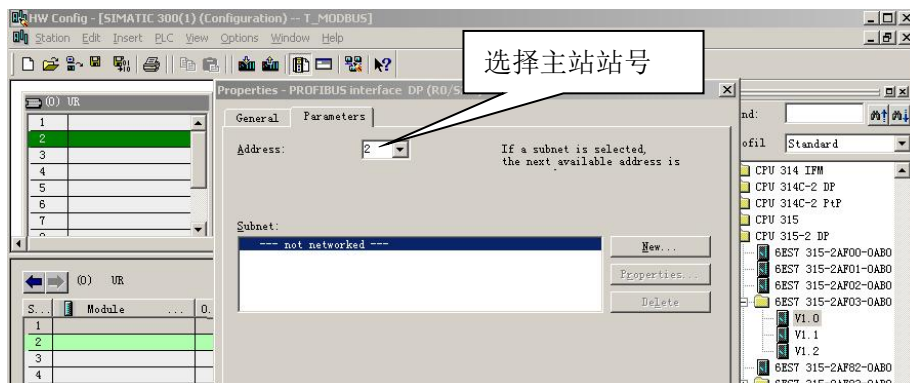

图 5-6
(2) 配置机架: Hardware Catalog\SIMATIC 300\RACK-300\Rail 双击;
(3) 配置 CPU：点中机架 UR 2 槽 → Hardware Catalog\SIMATIC 300\CPU-300\CPU 315-2 DP\6ES7 315-2AF03-0AB0(本例) 双击，见图 5-6 所示，并选择 PROFIBUS 主站站号。